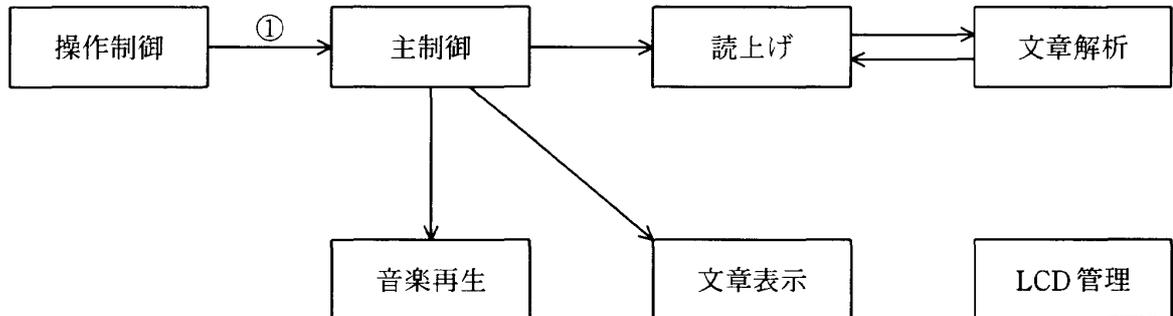

図3 主要タスク間の関係
(1) 主要タスク間の関係を図3に示す。図3中の矢印①は、操作制御タスクが操作内容を主制御タスクに通知することを示す。